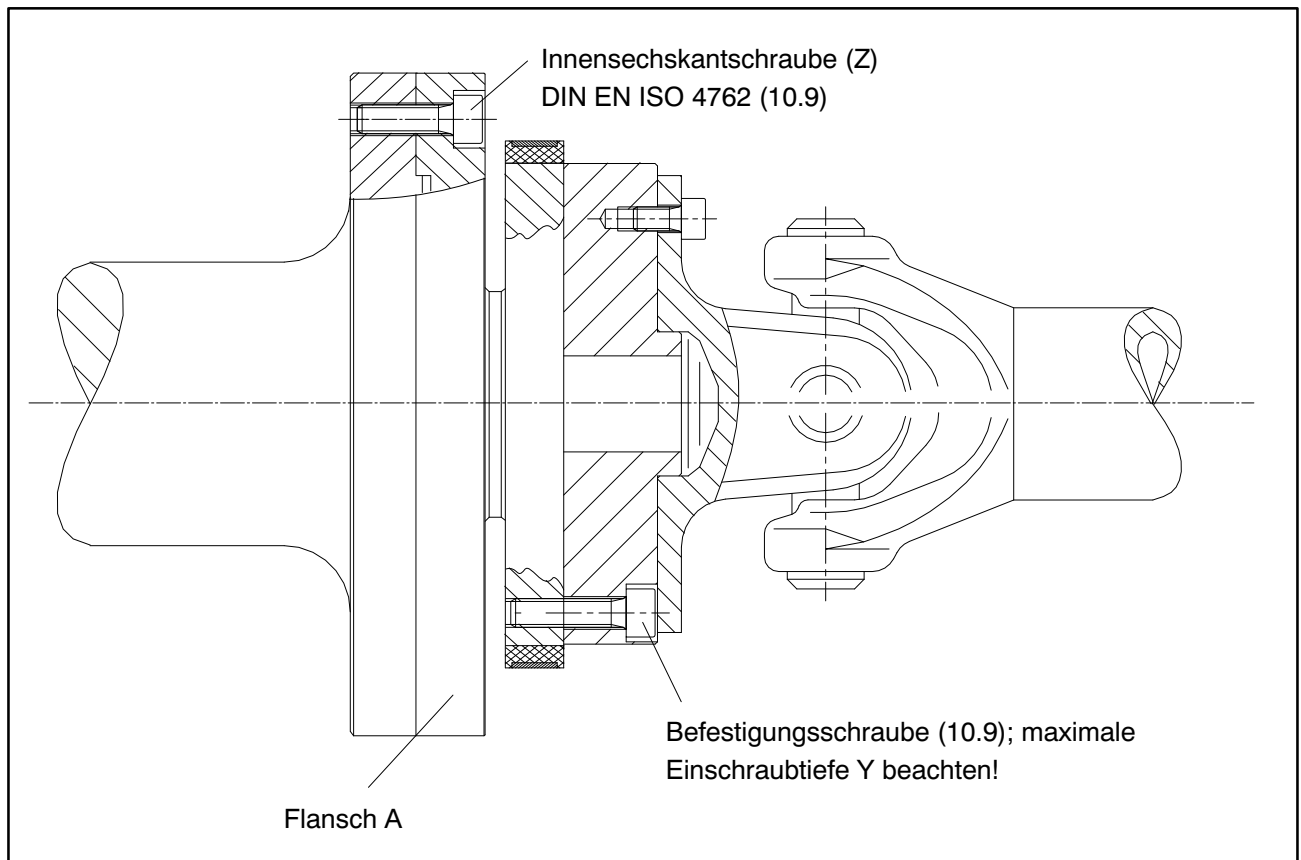

Abb. 4.4: Verschraubung des Rotors
2. Verwenden Sie für die Verschraubung des Flanschs A (siehe Abb. 4.4) Innensechskantschrauben **DIN EN ISO 4762 der Festigkeitsklasse 10.9** in geeigneter Länge (abhängig von der Anschlussgeometrie, siehe Tabelle 4.1 auf Seite 70).